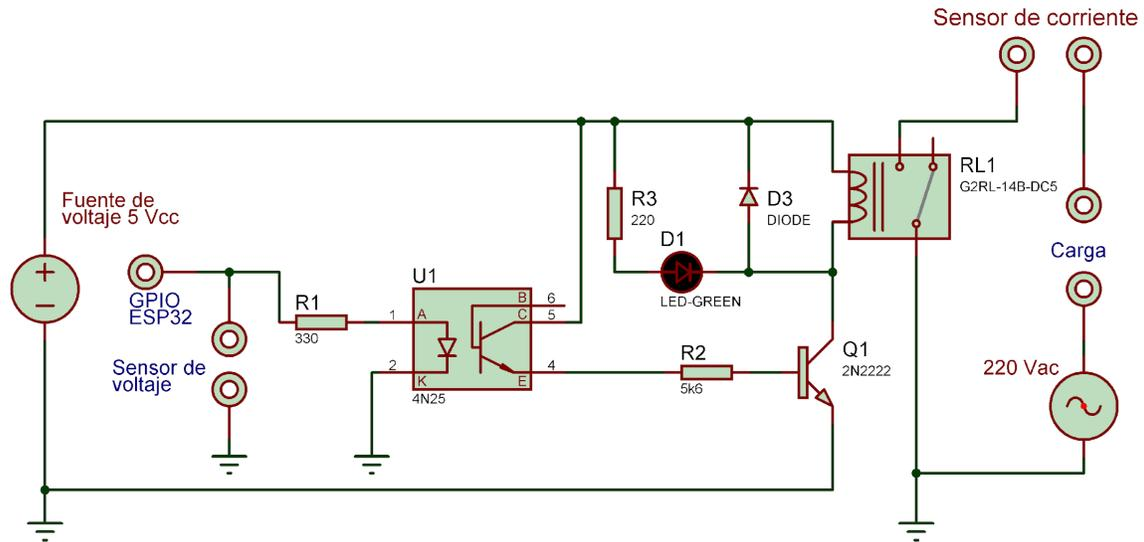

Figura 2: esquema del proyecto prueba.
3. Activar mediante un GPIO a elección el optoacoplador para accionar el relé como se indica en la figura 2.